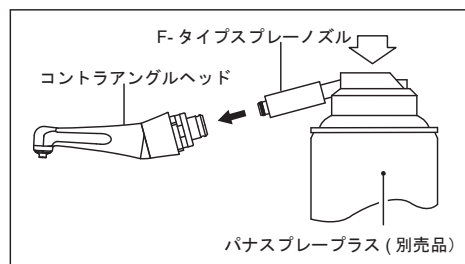

図 8
- 2) スプレーノズルをコントラアングルヘッド後部へ挿し込み、コントラアングルヘッドを押さえて、コントラアングルヘッド先端よりオイルが出るまで 2 ～ 3 秒スプレーします。注油は先端から異物等の汚れがなくなるまで繰り返し行います。(図8)